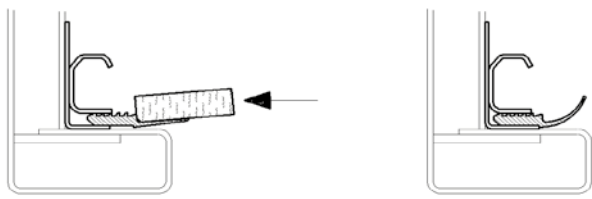

Abb. 3.2
- Pressen Sie die Dichtung ein, indem Sie ein Holzstück auf die dafür vorgesehene Stelle der Dichtung setzen und diese mit einem Hammer auf der ganzen Länge fest in Ihren Sitz schlagen (Abb. 3.2).